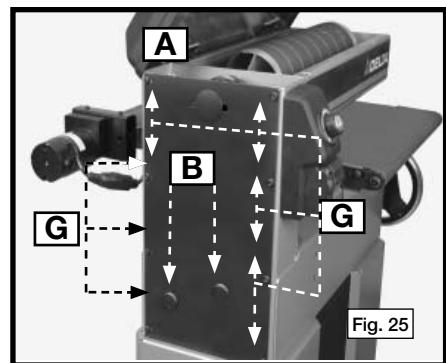

Fig. 25
1. Soulever le capot supérieur du tambour (A), Fig. 25.
2. Retirer les deux bouchons des trous (B), Fig. 25.
REMARQUE : à défaut de rallonge de douille, il est possible de retirer les boulons (G), Fig. 25, du panneau pour accéder aux boulons. Desserrer un boulon hexagonal, puis l'autre pour soulager la tension du moteur. Lever légèrement le moteur (situé sous l'appareil) pour soulager la tension de la courroie. Remplacer la courroie ou en modifier la position sur les poulies.
6. Replacer les bouchons dans les trous (B), Fig. 25.